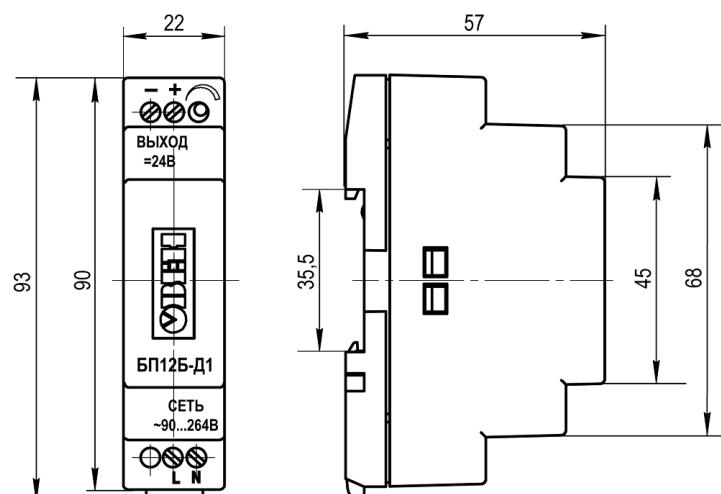

Рисунок 5 – Внешний вид, габаритные и установочные размеры прибора
- Убедиться в наличии свободного пространства для подключения прибора и прокладки проводов (см. *рисунок 5*). Подготовить место на DIN-рейке.
- Убедиться в наличии свободного пространства для подключения прибора и прокладки проводов (см. *рисунок 5*).